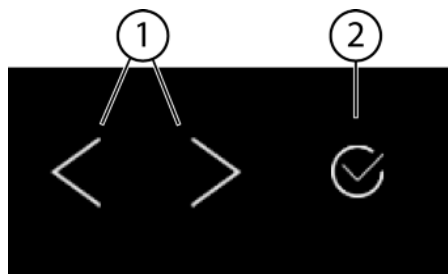
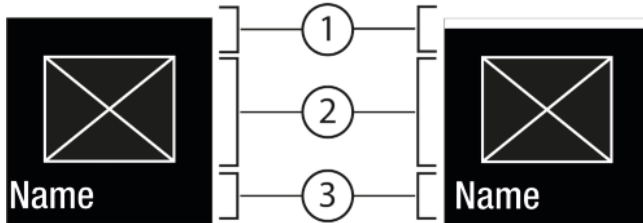
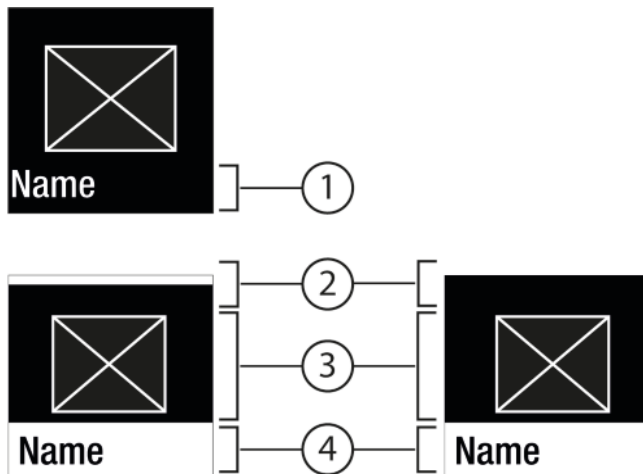

Fig. 5
Fig. 6
Fig. 7
- (1) Navigationspfeil links / rechts (2) Bestätigen
#### Navigationspfeil links / rechts Fig. 5 (1):
#### Bestätigen Fig. 5 (2):
- Mit Navigationspfeil links / rechts Fig. 5 (1) navigieren.
- Mit Bestätigen Fig. 5 (2) die Funktion / Einstellung aktivieren Fig. 6 (1) / deaktivieren Fig. 6 (1).
- Mit Bestätigen Fig. 5 (2) das Untermenü Fig. 7 (4) aufrufen.
- Neuen Wert einstellen: Mit Bestätigen Fig. 5 (2) einen deaktivierten Wert Fig. 6 (1) auswählen.
- Zurück ins Menü: Mit Bestätigen Fig. 5 (2) den bereits aktivierten Wert Fig. 6 (2) auswählen.
- ▶ Navigationspfeile Fig. 5 (1) so oft drücken bis Funktion angezeigt wird.
- ▶ Bestätigen Fig. 5 (2) drücken.
- ▶ Navigationspfeile Fig. 5 (1) so oft drücken bis die Funktion angezeigt wird.
- ▶ Mit Navigationspfeile Fig. 5 (1) Einstellung-Wert wählen.
- ▷ Status: aktiviert Fig. 6 (1) erscheint kurz im Untermenü Fig. 7 (4).
- ▶ Navigationspfeile *Fig. 5 (1)* so oft drücken bis Einstellungen  angezeigt wird.
- ▶ Bestätigen *Fig. 5 (2)* drücken.
- ▶ Navigationspfeile *Fig. 5 (1)* so oft drücken bis die gewünschte Einstellung angezeigt wird.
- ▶ Bestätigen *Fig. 5 (2)* 3 Sekunden lang drücken.